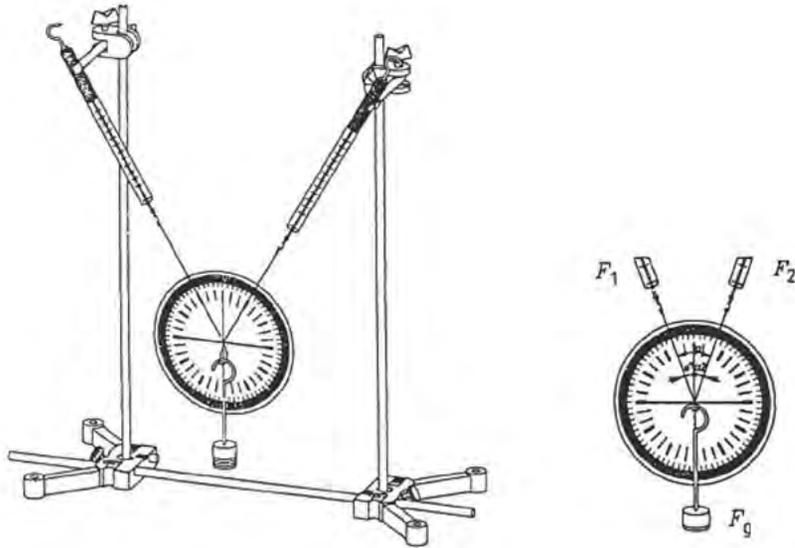

Figura 9.1 Montaje Paralelogramo de fuerzas
1. Haga el montaje según la figura 9.1. En un trozo de hilo haga un ojal en cada extremo y otro justo en el centro.